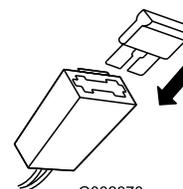

Bild 47
2. Setzen Sie die Sicherung in den Sicherungshalter ein (Bild 47).